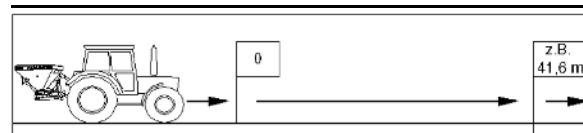

Рис. 71
7. Для собранного количества удобрения (**8,5 кг**) найдите числовое значение (**A**) на верхней шкале (Рис. 71/1) и для нужной нормы внесения (**260 кг/га**) числовое значение (**B**) по средней шкале (Рис. 71/2).
8. Проведите прямую соединительную линию через точки **A** и **B** (Рис. 71/2)..
9. Продолжение соединительной линии показывает на нижней шкале (Рис. 71/3) числовое значение (**C**) для необходимого положения заслонки, в данном случае **12,8**.